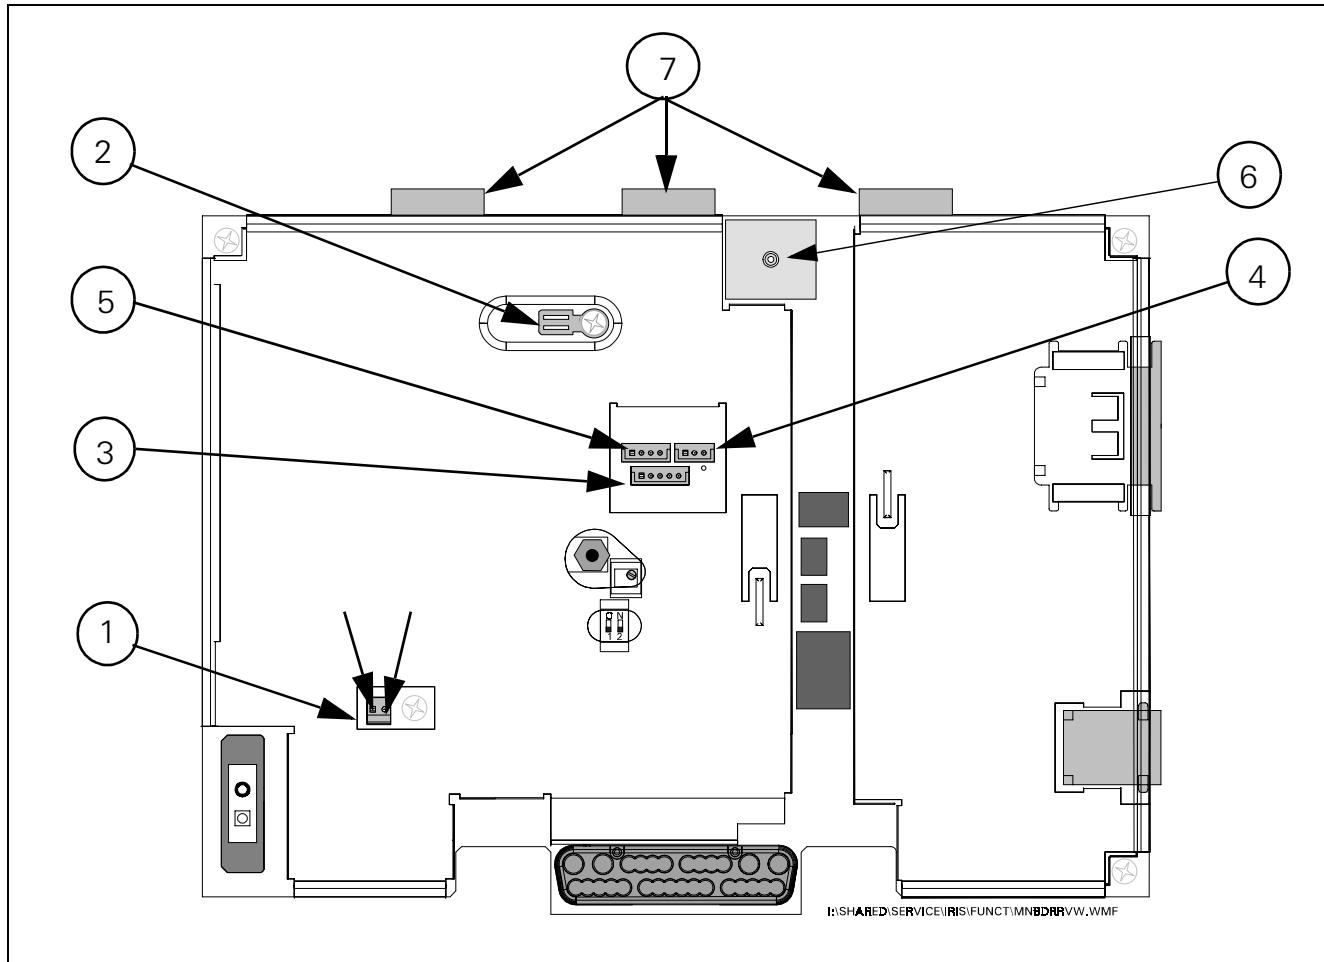

Abbildung 3-21 CPU-Einheit
- 4) Siehe Abbildung 3-21. Ziehen Sie so vorsichtig wie möglich innerhalb des eingeschränkten Raumes folgende Stecker aus der Hauptleiterplatte: den rot/schwarzen Netzstecker ①, die Erdung ②, das zwei-
Siehe Abbildung 3-21 auf Seite 69 zum Einsticken der Kabelstecker.
Achten Sie auf die ordnungsgemäße Polung, um Schäden an der Haupteiterplatte zu vermeiden. Siehe Abbildung 3-21 auf Seite 69. Richten Sie den Stecker so aus, daß die roten Kabelstecker in [R], die schwarzen in [B] stecken.